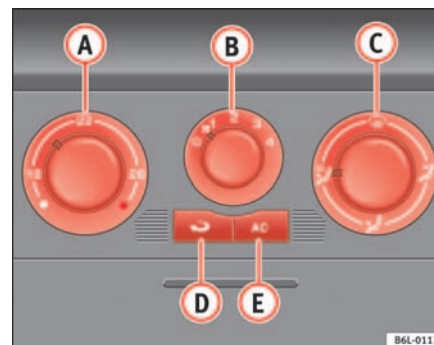

Fig. 86 Sur le tableau de bord : éléments de commande du climatiseur
- Les régulateurs $\Rightarrow$ fig. 86 **(A)** et **(C)** et la commande **(B)** permettent de régler la température, la distribution de l'air et la vitesse de la turbine.
- E** Touche (AC) – Touche d'allumage du refroidissement ⇒ page 124